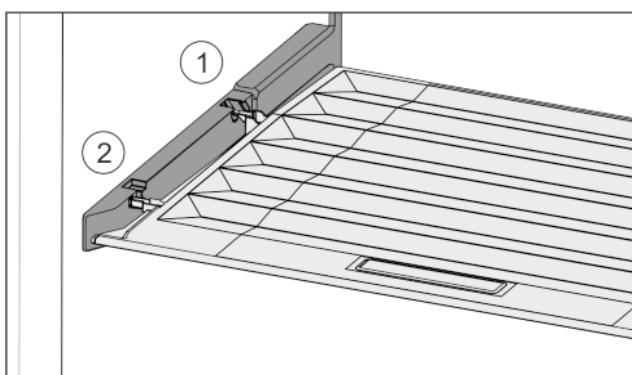

Fig. 33
- Вставити поперечні ребра через отвір заднього тримача Fig. 33 (1) і зафіксувати спереду у тримачі Fig. 33 (2).